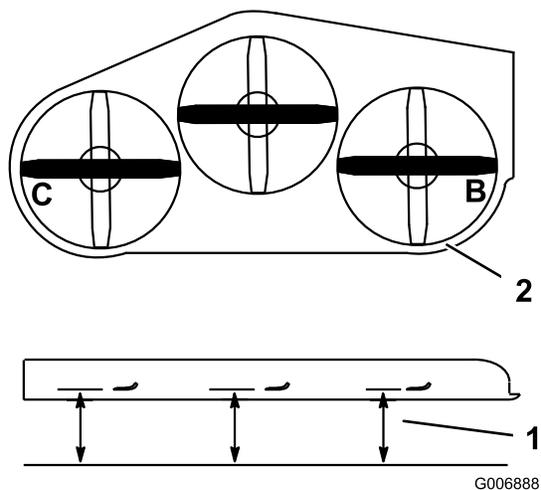

Рисунок 84
4. Измерьте высоту в точках **В** и **С** от горизонтальной поверхности до режущих кромок на концах ножей (Рисунок 84).